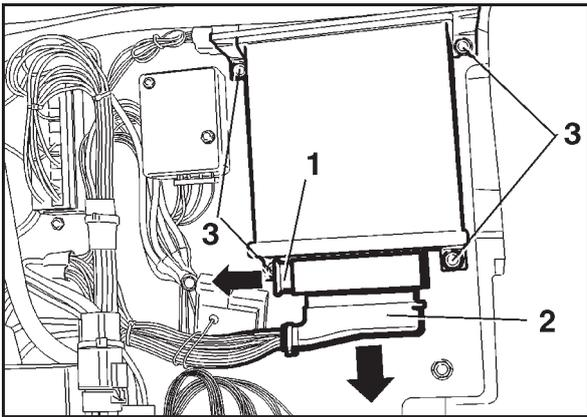

Bild 95
- Verschluss 1 (Bild 95) in Pfeilrichtung ziehen und Stecker (2) nach unten herausziehen.
- Die vier Sechskantschrauben (3) heraus-schrauben und BLM-Steuerung abnehmen.